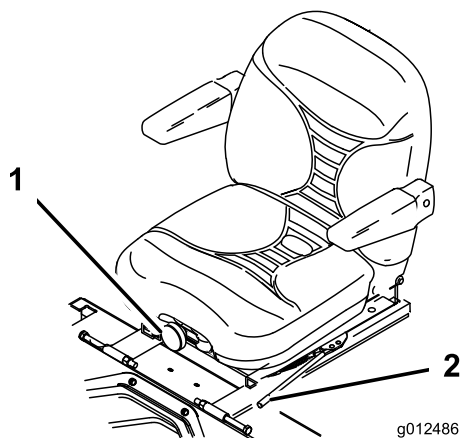

Figura 28
1. Mueva la palanca lateralmente para desbloquear el asiento (Figura 28).
Para ajustarlo, gire el pomo situado en la parte delantera en cualquier sentido hasta encontrar la posición más cómoda (Figura 28).